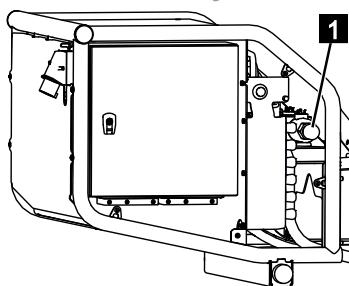

Abb. 186
- Das Ventil (Abb.186/1) eindrücken und im Uhrzeigersinn verriegeln.